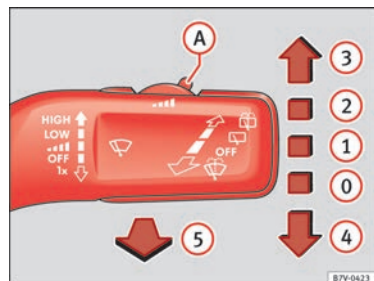

Fig. 65 Manejo del limpiaparabrisas.
- Presione la palanca del limpiaparabrisas brevemente hacia abajo ⇒ fig. 65 ④.